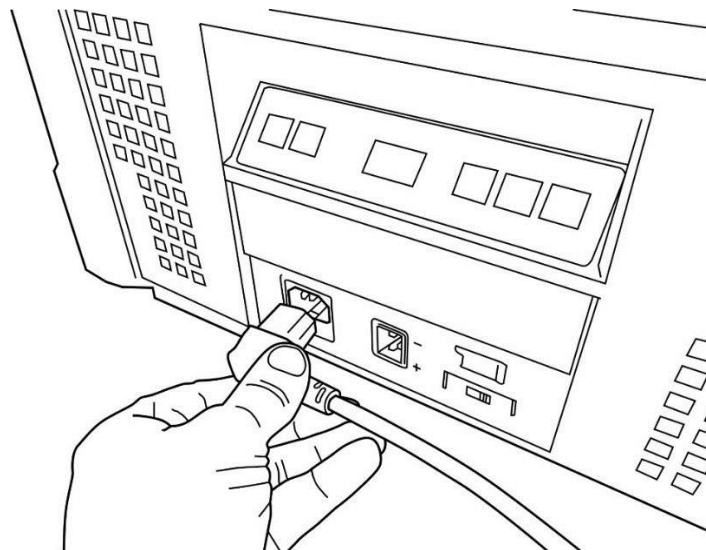

ABBILDUNG 7
- Stecken Sie das 100–240 V-Netzkabel in die Netzsteckdose an der Rückseite der Kombitruhe (siehe Abb. 7).